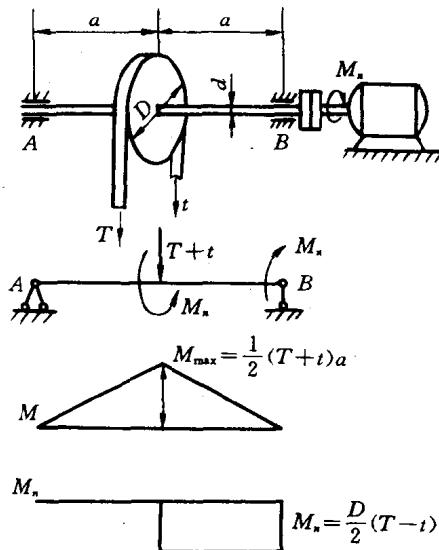

图 1-3
**例题 4** 图 1-3 所示为一皮带传动轴, 皮带轮直径  $D=500$  (mm)。皮带轮位于两支承中间, 即距离  $a=500$  (mm)。皮带拉力  $T=800$  (N),  $t=400$  (N)。轴材料的  $[\sigma]=50$  ( $\text{N}/\text{mm}^2$ )。试确定轴的直径  $d$ 。